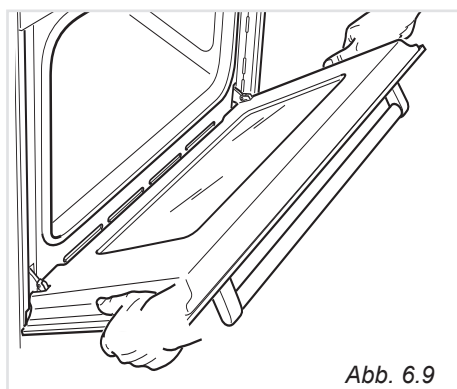

Abb. 6.9
- Die Tür wie in der Abbildung 6.9 gezeigt, fassen.